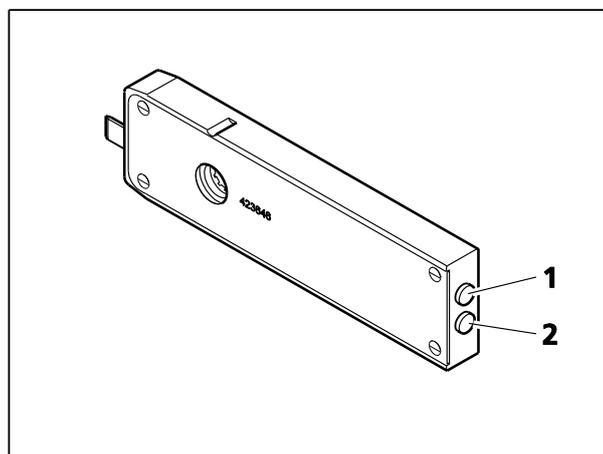

Fig. 69 Atténuateur FL, motorisé
- L'atténuateur FL dispose de six positions qui peuvent être sélectionnées en sens avant ou arrière en appuyant sur les boutons (Fig. 69/1) et (Fig. 69/2)